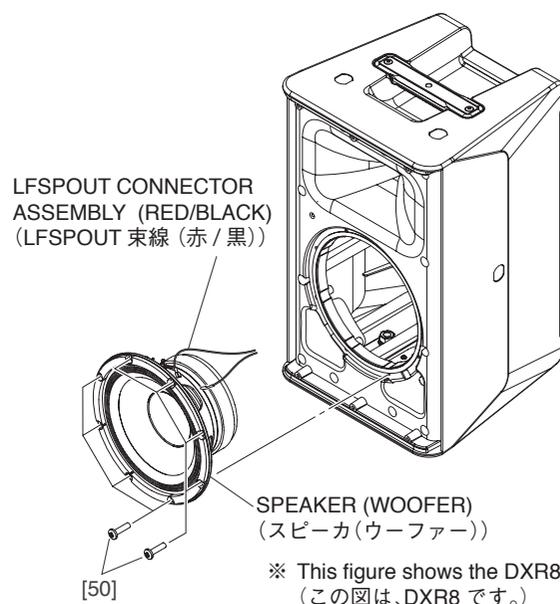

Fig. A-2 (図A-2)
A-2-2 Remove the eight (8) screws marked [50]. The speaker (woofer) can then be removed. (Fig. A-2, Fig. A-3)
A-2-3 Remove the LFSPOUT connector assembly (red/black) attached to the speaker (woofer) terminal. (Fig. A-2, Fig. A-4)
A-2-2 [50] のネジ 8 本を外して、スピーカ (ウーファー) を外します。(図 A-2、図 A-3)
A-2-3 スピーカ (ウーファー) 端子に取り付けられている LFSPOUT 束線 (赤/黒) を外します。(図 A-2、図 A-4)